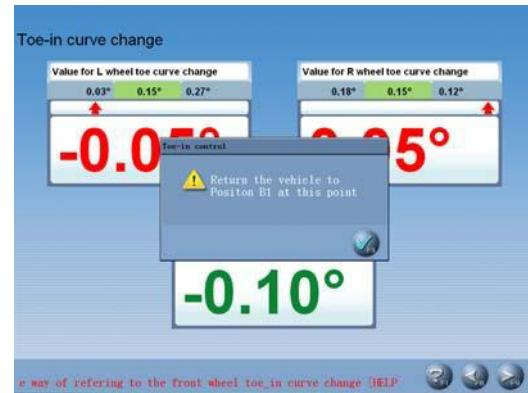

Рис.4.25
5. Опустить автомобиль в положение B1. Отрегулировать переднее схождение в соответствии со стандартными характеристиками. См. рис.4.25: